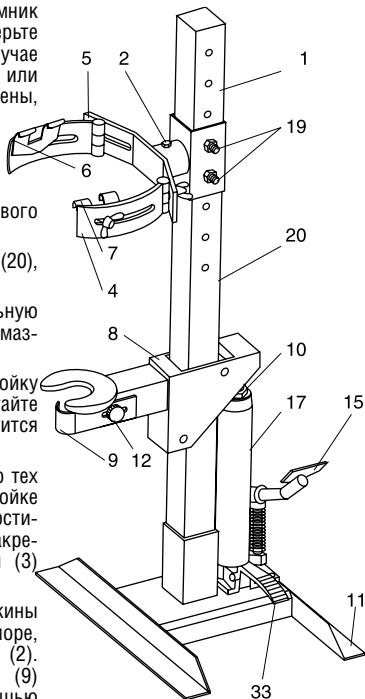

Рисунок 5 – Сборка 30.80
2. С помощью педали спуска давления (33) (рис. 5), полностью опустите шток (10) силового блока (17).
3. Установите вертикальную стойку (20), закрепив опорные лапы (11).
5. Наденьте на вертикальную стойку (20) нижнюю опору (8) и двигайте ее до тех пор, пока она не опустится на шток силового блока.
6. Двигайте верхнюю опору (1) до тех пор, пока два отверстия на стойке (20) не совпадут с двумя отверстиями верхней опоры. Надежно закрепите это соединение болтами (3) и гайками (19).
7. Установите держатель пружины (4, 5, 6, 7) на верхней опоре, зафиксировав его винтом (2). Закрепите держатель оси (9) на нижней опоре с помощью регулировочного винта (12).